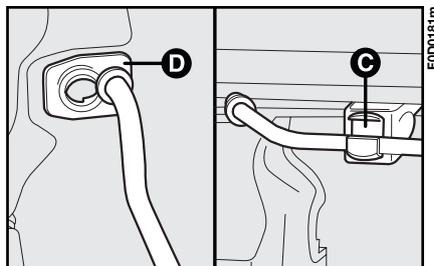

fig. 135
- Dégager la béquille de maintien de son dispositif de blocage **C**-fig. 135 et l'introduire dans le logement **D** du capot moteur.
1) tenir le capot soulevé d'une main et de l'autre enlever la béquille **fig. 135** du logement **D** et la remettre dans son dispositif de blocage **C**;